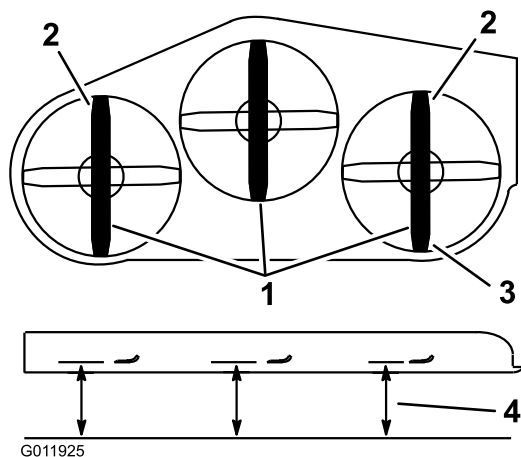

Figure 15
12. Contrôlez l'inclinaison avant/arrière en mesurant la distance entre le bas du plateau de coupe (au centre, à l'avant et à l'arrière) et le sol plat (Figure 15).